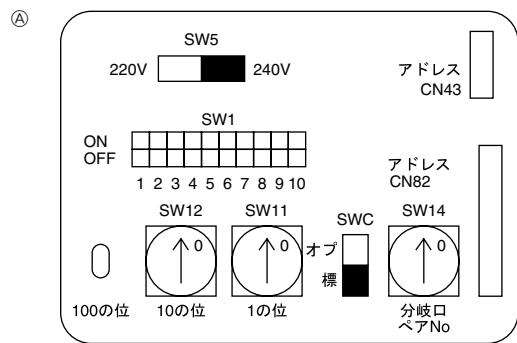

Fig. 7-4
7.3. Configuration des adresses (Fig. 7-4)
④ Tableau d'adresses